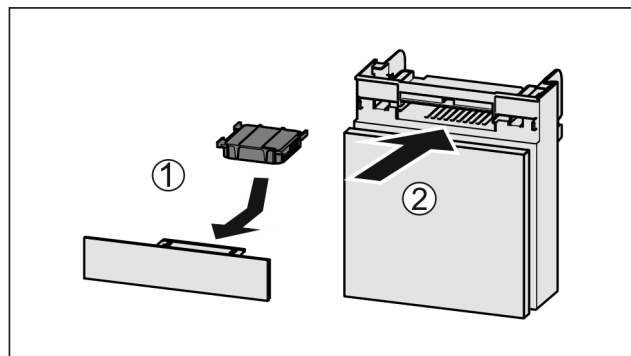

Fig. 183
- Vendosni filtrin me karbon aktiv siç tregohet në figurë Fig. 183 (1).
- Futni kutinë në vend Fig. 183 (2).